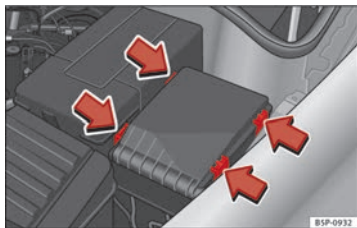

Fig. 180 En el vano motor: tapa de la caja de fusibles.
- Presione las pestañas de bloqueo en el sentido que indican las flechas para desbloquear la tapa de la caja de fusibles ⇒ fig. 180.